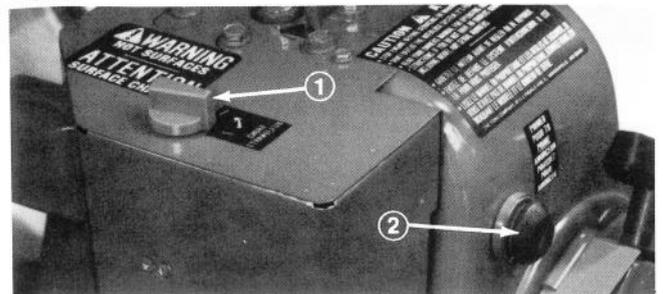

Figure 17
**Étrangleur (Fig. 17)** — L'étrangleur se trouve sur en haut de la boîte de chauffage. Faites-le tourner a fond (Full Choke) pour mettre en marche le moteur froid. Au fur et à mesure que le moteur se réchauffe, faites tourner l'étrangleur petit à petit jusqu'à sa position ARRÊT.
**Amorceur (Fig. 17)** — Appuyez sur l'amorceur qui projette une petite quantité d'essence dans le moteur, pour faciliter la mise en marche par temps froid.